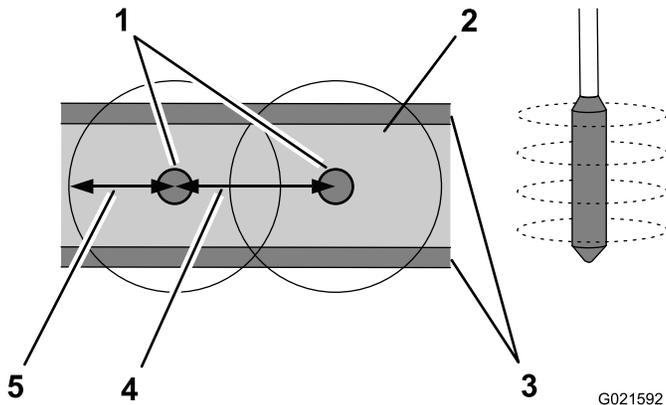

Figura 19
- Inserte el vibrador a una distancia equivalente a 1.5 veces el radio de influencia del último punto de inserción, y repita el procedimiento (Figura 19).